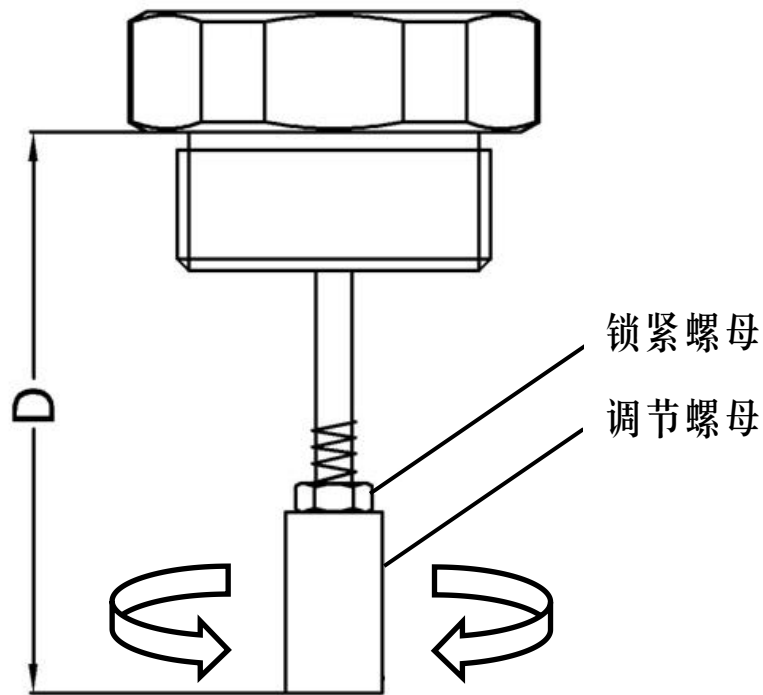

图 39. 调节 D 值
- 调节位移传感器的调节螺母, 然后在位移传感器完全松开状态下用深度尺测量 D 值 (图 39 中标注所示)。计算压缩量 $L1 = D - C1$, $L2 = D - C2$ 。建议尽可能使 L1 和 L2 的值在